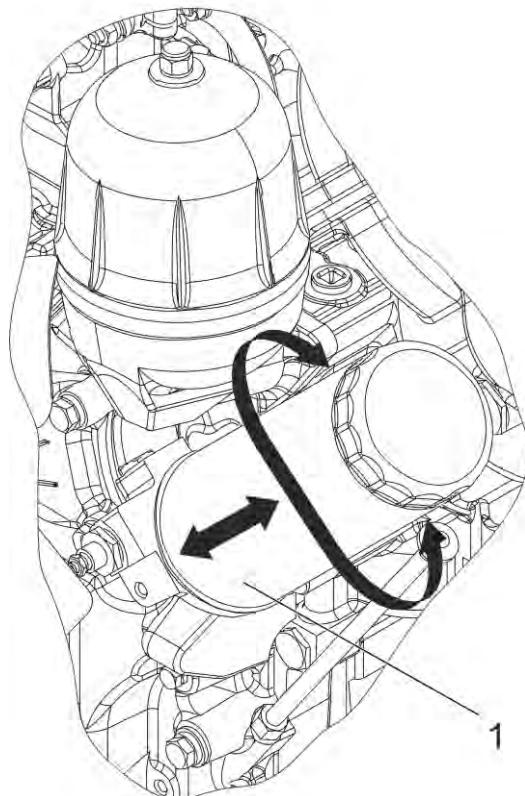

Рисунок 54 – Снятие и установка сменного фильтра для масла:
2. Отвернуть сменный фильтр для масла 1 (рисунок 54). В случае затрудненного отворачивания сменного фильтра использовать специальный съёмник.